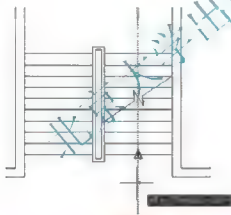

图 2.124 寻找上行箭头箭杆起点的位置
(2) 在当前线宽为 0.0000, 指定起点或 [圆弧(A)/半宽(H)/长度(L)/放弃(U)/宽度(W)]: 提示下, 将光标放在图 2.124 所示的踏步线的中点, 此时不单击, 将光标缓缓地垂直向下拖动, 当行至上行箭头杆起点的位置时单击, 这样就通过【对象追踪】命令寻找到了上行箭头杆起点的位置, 并且保证将其绘制在右侧梯段的中心。